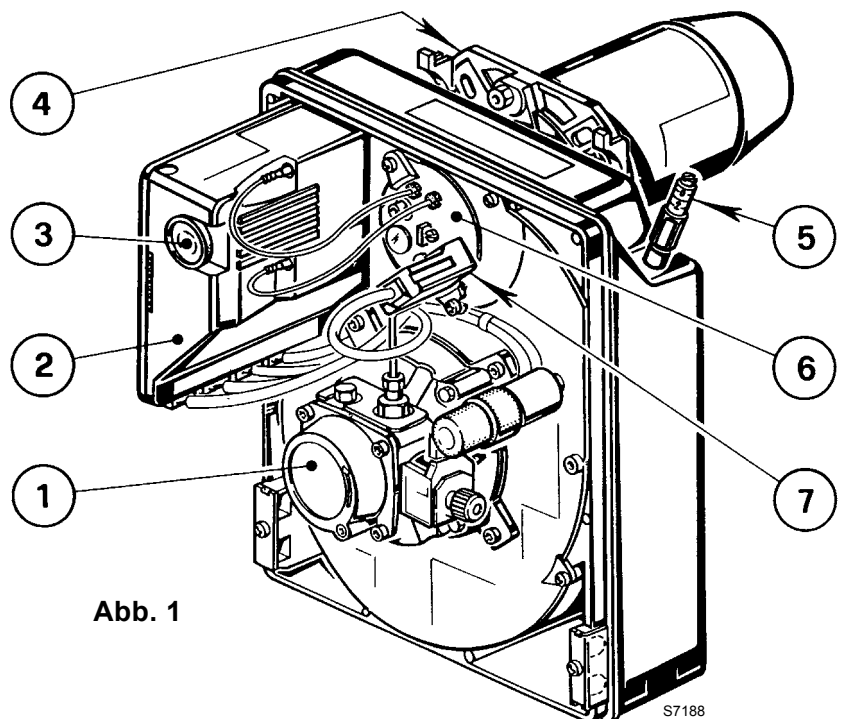

Abb. 1
- Effettuare la pulizia della fotoresistenza (7, fig. 1, pag. 1).
Un'anomalia, nel funzionamento nella maggior parte dei casi, porta alla accensione della segnalazione all'interno del pulsante di sblocco dell'apparecchiatura di comando e controllo (3, fig. 1, pag. 1).